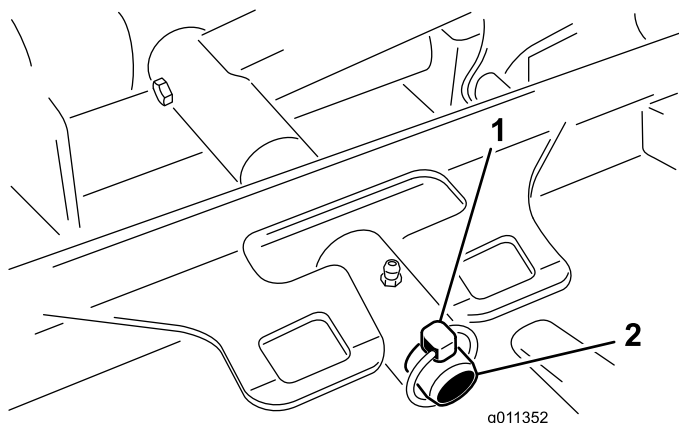

Bild 65
3. Entfernen Sie den Klapstecker, mit dem der Mähwerk Trägerrahmen am Gelenkstift des Hubgestänges befestigt ist (Bild 65).
3. Schieben Sie den Mähwerkträgerrahmen auf den Lagerbolzen am Hubgestänge. Befestigen Sie ihn mit einem Klapstecker (Bild 65).